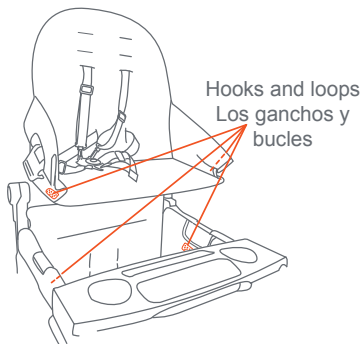

Fig. 7j
• Fasten the hooks and straps on the side of the child seats to the inside of the wagon frame (Fig. 7j).
- Fije los ganchos y las correas en los laterales de los asientos para niños al interior del marco del vagón (Fig. 7j).